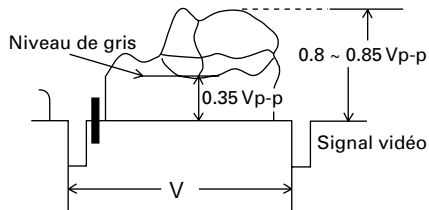

Fig. 8
En visualisant l'objet lumineux, réglez la résistance variable THRESHOLD (VR802) en la tournant vers la droite de manière à relever le niveau du signal de sortie vidéo de la caméra à environ $0,8 - 0,85 V_{cc}$ (voir figure 8).
6. Réglez le niveau de gris illustré dans la figure 8 à $0,35 V_{cc}$ en tournant la résistance variable GRAY (VR804) à gauche ou à droite.